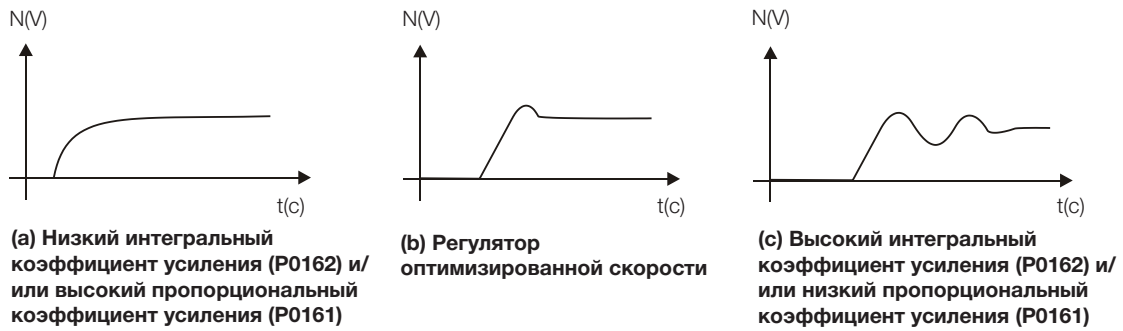

Рисунок 13.5: (a)–(в) Типы отклика регуляторов скорости
6. На Рисунок 13.5 на странице 13-15 выберите, какой из графиков лучше всего подходит к полученному сигналу.
7. Отрегулируйте P0161 и P0162 в соответствии с типом отклика, представленным на Рисунок 13.5 на странице 13-15.